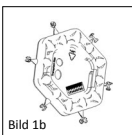

Bild 1b
■ **Bild 1b/6** De inarbetade mallarna på tolkskivans baksida (Bild 1b) visar transplanterats minimistorlek för underfodring av trumhinnan (Bild 6).